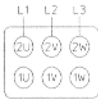

Bild 2
- hohe Drehzahl / high speed -> Bild 2